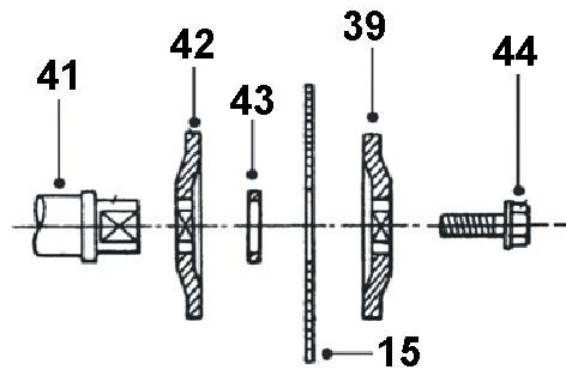

Рис. 4
| | 3. Пильный диск плохо закреплён | 3. Затянуть болт (44), Рис.4, после установки пильного диска |
По часовой стрелке выкрутите болт (44), Рис.4. Снимите наружный фланец (39) и пыльный диск (15), Рис.4.
Установите пыльный диск (15) в соответствии с последовательностью, указанной на Рис.4 так, чтобы зубья пыльного диска (15) были направлены вниз в передней части пилы, Рис.2. На шпindel (41) установите внутренний фланец (42), переходное кольцо (43) и пыльный диск (15) с соответствующим посадочным диаметром. Установите наружный фланец (39).